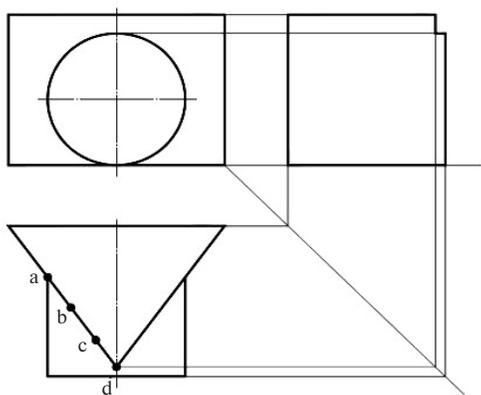

Рис. 34. Построение характерных и промежуточных точек
4. Выполнить линию взаимного пересечения геометрических тел: при построении линии взаимного пересечения сначала необходимо построить характерные точки: точки, в которых ребра многогранника (как прямые) пересекаются с поверхностью тела вращения, и точки, в которых крайние образующие тела вращения пересекаются с поверхностью многогранника — это точки *a* и *d* (рис. 34). Затем (при необходимости) построить промежуточные точки линии взаимного пересечения — точки *b* и *c*.